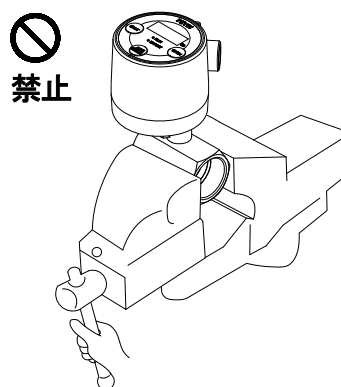

図11
- バルブを万力等ではさまないでください。バルブを変形・破損させ、外部漏れや作動不良の原因となります。(図11)